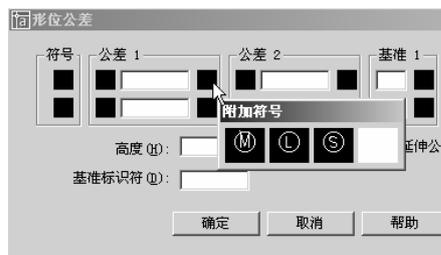

图 2-91 选择包容条件
③ 在“公差 1”文本框中输入形位公差值 0.02，在“基准 1”文本框中输入 A，若有包容条件可参照图 2-91 选择包容条件。单击图中箭头所指的 图标，在弹出的“附加符号”框中选择包容项目符号。